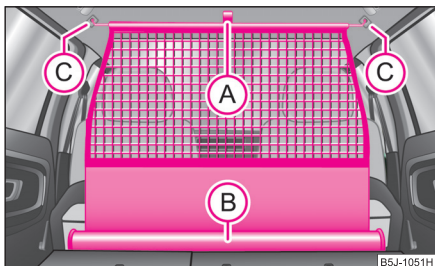

Fig. 75 Desfacerea peretelui despărțitor
- Trageți plasa de curelușă **A** din carcasa **B** ⇒ pagina 70, fig. 75.